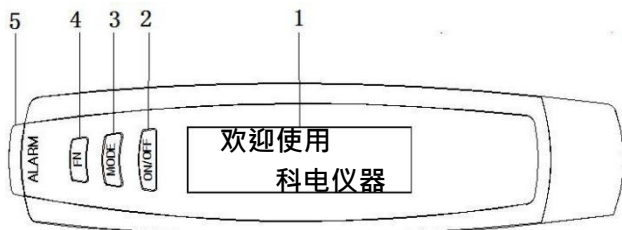

图 2.1.1 外形结构图
(1) 液晶屏；(2) “ON/OFF” 电源开关；(3) “MODE” 模式切换；(4) “FN” 功能键；(5) 报警指示灯；(6) 报警声孔；(7) 穿带孔；(8) 电池仓；(9) 开关槽；(10) 开关环：开关电池仓的工具；(11) 系带。具体结构如图 2.1.1、2.1.2 所示。